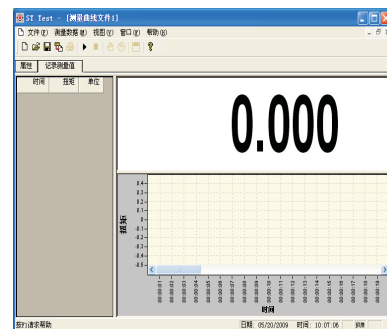

图 6
G. 设置好参数后, 点击记录测量值选项卡, 切换到曲线显示界面; 点击开始按钮  后, 再按TIMER键  进行采集测试数据曲线 (图6);